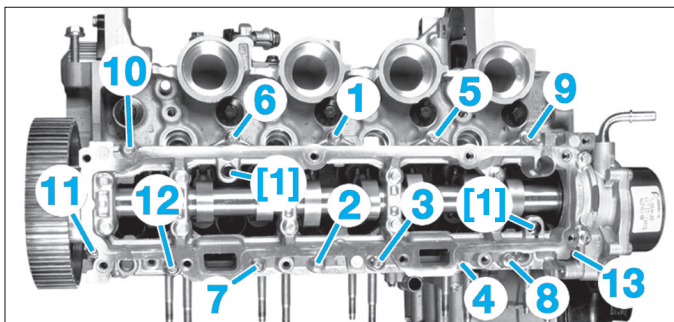

Fig. 57
- Reposer le carter supérieur de paliers d'arbre à cames sur la culasse en le centrant à l'aide des piges [1] (Fig.57) introduites dans les trous prévus à cet effet.